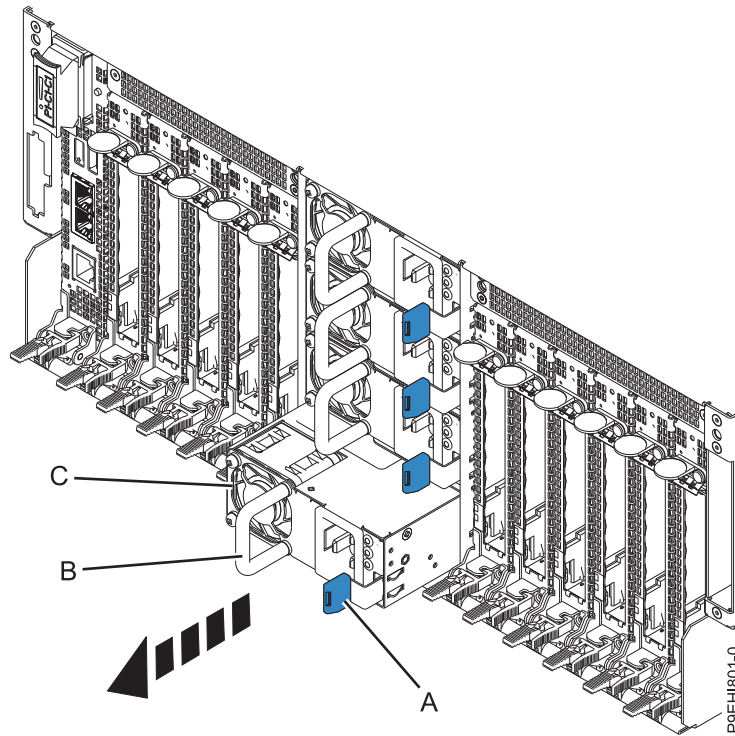

Figure 5. Retrait d'un bloc d'alimentation de l'arrière du châssis du système
2. A l'arrière du système, retirez l'attache-câble qui connecte les câbles SAS au bloc d'alimentation (C), comme illustré à la figure 5, à la page 8.
3. Appuyez sur la languette de verrouillage (A) située à gauche, comme illustré à la figure 5, à la page 8.
4. A l'aide de la poignée **(B)**, retirez le bloc d'alimentation du système, comme illustré à la figure 5.